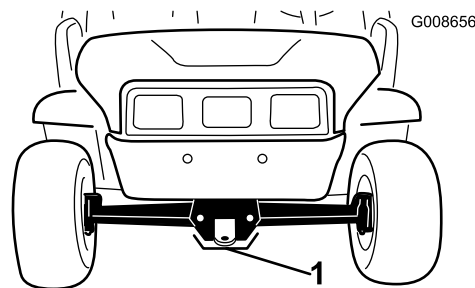

図 25
- 車両前部のジャッキアップポイントは、牽引トングの後ろのフレーム前部です(図25)。